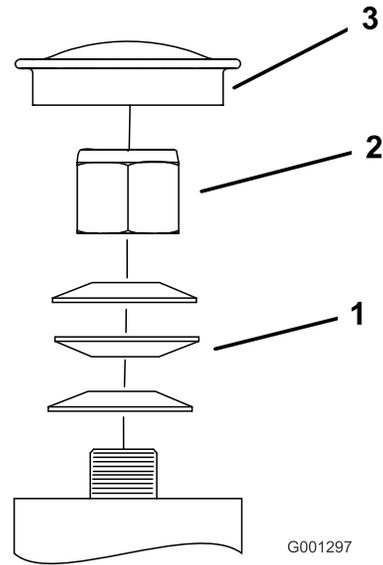

Figura 61
3. Retire el tapón guardapolvo de la rueda giratoria (Figura 61).
4. Apriete la contratuerca hasta que las arandelas de muelle estén planas, luego afloje la contratuerca 1/4 de vuelta para establecer la pre-carga correcta de los cojinetes (Figura 61).
Importante: Asegúrese de que las arandelas de muelle están correctamente instaladas, según se muestra en Figura 61.
5. Coloque el tapón anti-polvo (Figura 61).